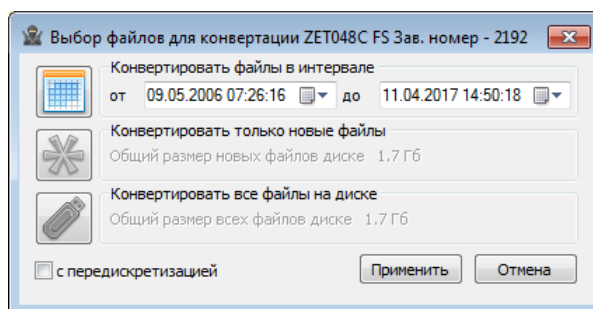

Рис. 5.2 Окно программы «Выбор файлов для конвертации»
4. Автоматически активируется окно программы сохранения и конвертации файлов из встроенной памяти сейсмографа в память компьютера (Рис. 5.2).
**Примечание:** В случае активации кнопки «Отмена» в окне «Выбор файлов для конвертации» (Рис. 5.2), соответствующее окно будет закрыт, и копирование данных производиться не будет.